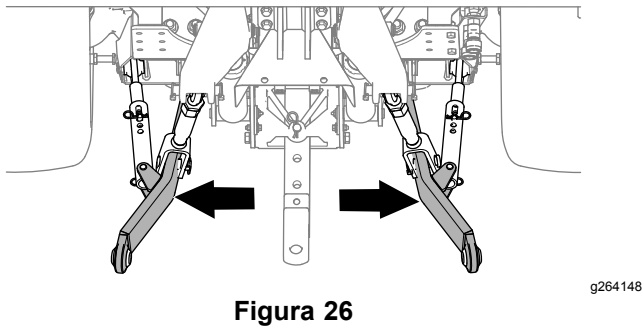

Figura 26
4. Ajuste os braços do estabilizador (Figura 26) totalmente para fora; consulte o *Manual do utilizador* da máquina de reboque.